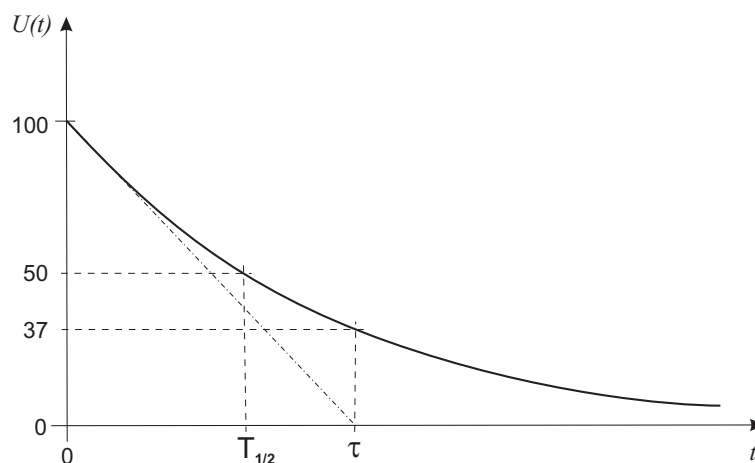

Abbildung 2.4: Verlauf der Spannung beim Ladevorgang (Aufgabe7).
2. Abbildung 2.4 zeigt die exponentielle Abnahme der Spannung  $U(t)$  beim Entladevorgang eines Kondensators mit der Zeit.